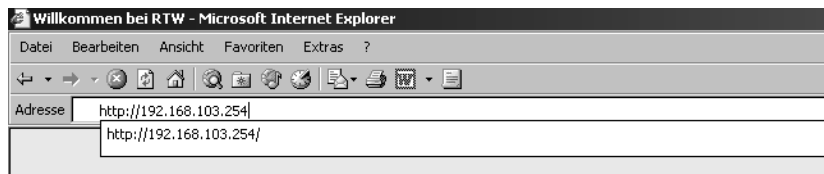

Bild 8-1: IP-Adresseingabe in das Adressfeld des Internet-Browsers
1. Starten Sie Ihren Internet-Browser und geben Sie die IP-Adresse Ihres Gerätes in der Adresszeile ein (z. B.: „http://192.168.103.254“, siehe Bild 8-1). Bestätigen Sie die Eingabe mit der „Enter“-Taste Ihrer PC-Tastatur.